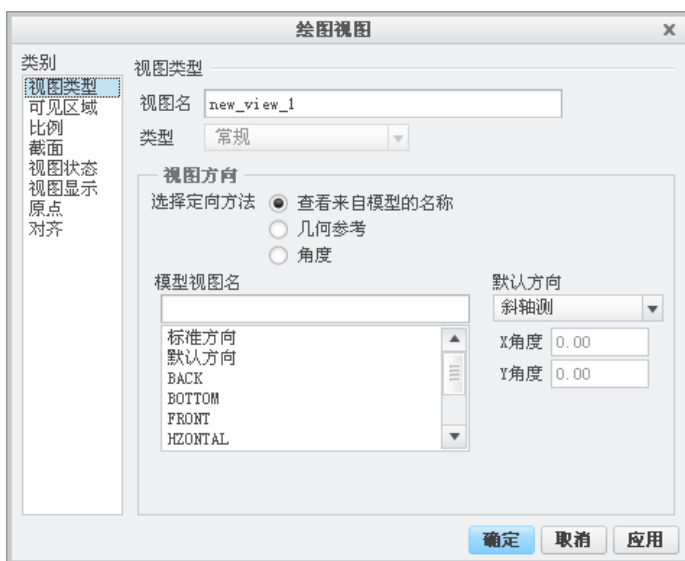

图 10.4.4 “绘图视图”对话框
Step4. 在系统 **选择绘图视图的中心点** 的提示下，在屏幕图形区选择一点。系统弹出图 10.4.4 所示的“绘图视图”对话框。